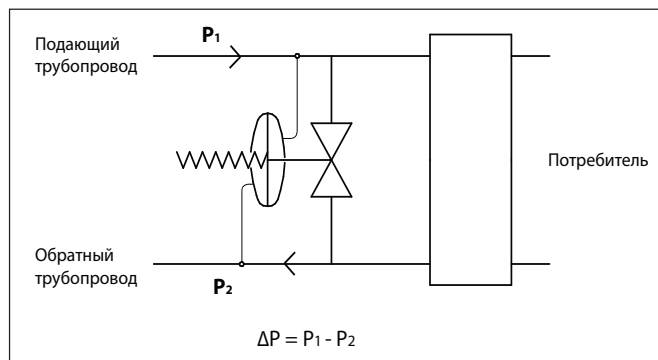

Рис. 3. Установка на байпасе к потребителю
2. Регуляторы перепада давления, открывающиеся при повышении перепада давления. Пружина удерживает клапан в закрытом положении, а большее давление воздействует на чувствительный элемент, открывая клапан. Примером регуляторов этой группы является клапан KAT35. Типичное применение данной группы регуляторов перепада давления — регулирование перепада давления на потребителе за счет дросселирования байпаса к потребителю (см. Рис. 3):